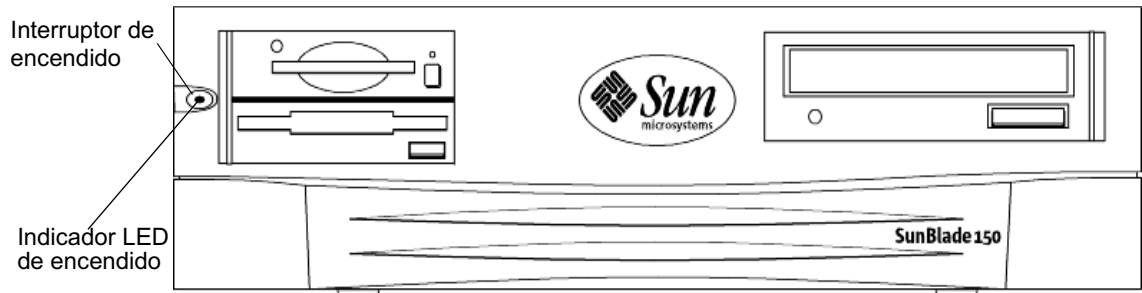

FIGURA 4-1 Ubicación del interruptor de encendido y del indicador LED de encendido
- a. **Pulse el interruptor de encendido y suéltelo inmediatamente (FIGURA 4-1).**